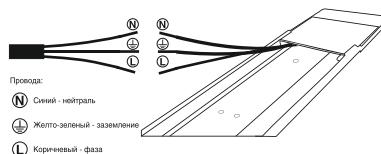
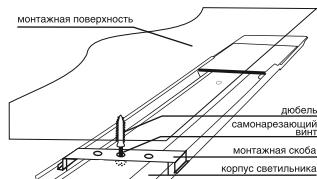

Рисунок 1 Подключение к сети
Рисунок 2 Установка на месте
6.4 Установка и подключение к сети электропитания (см. рис. 1; рис. 2)
Подготовьте жилы проводников сетевого кабеля. Соедините жилы провода питания светильника с жилами сетевого кабеля с помощью изоляции (см. рис. 1). При соединении руководствуйтесь «Правилами устройства электроустановок» (ПУЭ), раздел 2, глава 21. Обеспечьте надежную изоляцию соединений.